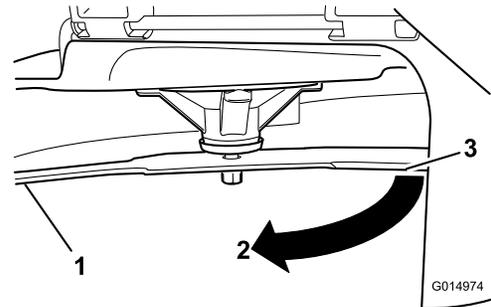

Figura 106
4. Gire la misma cuchilla 180 grados de manera que el otro extremo esté en la misma posición (Figura 106).